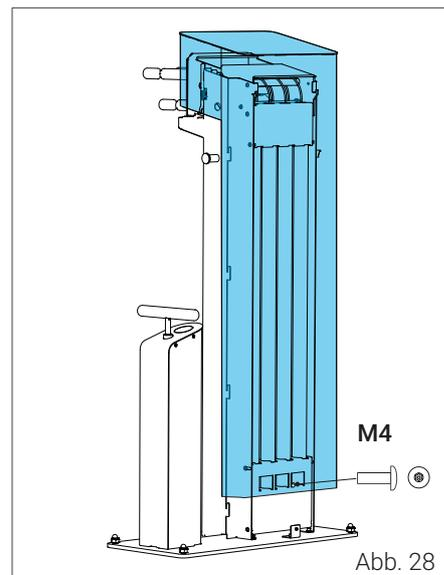

Abb. 28
- 2 Anschließend müssen Sie die L-förmige farbig abgesetzte Abdeckhaube (12) entfernen. Lösen Sie hierfür die M4 Flachrundkopf-Torx Sicherheitschraube (20) mit dem passenden Sicherheits-Bit (4) und schieben Sie die Haube ca. 50 mm nach oben. Danach können Sie die Haube abnehmen (Abb. 28).